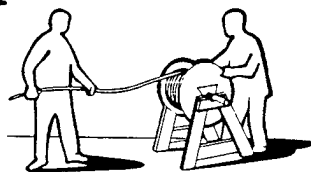

fig. 196 SVOLGIMENTO CORRETTO
- **Svolgere il rotolo della nuova fune senza attorcigliamenti o piegature (fig. 196).**